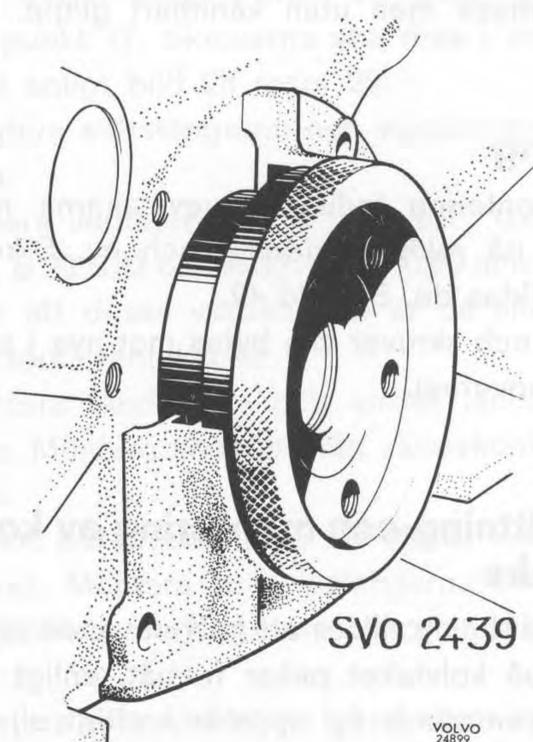

Bild 46. Centrerings av bakre tätningssfläns (med filtring)
3. Centrera flänsen med centrerhylsa 2439, bild 46. Vrid hylsan runt under fastdragnings av skru-